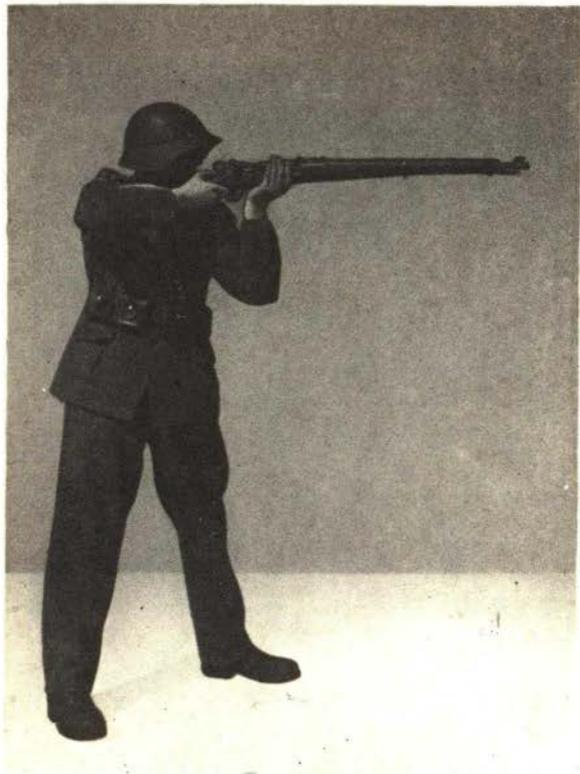
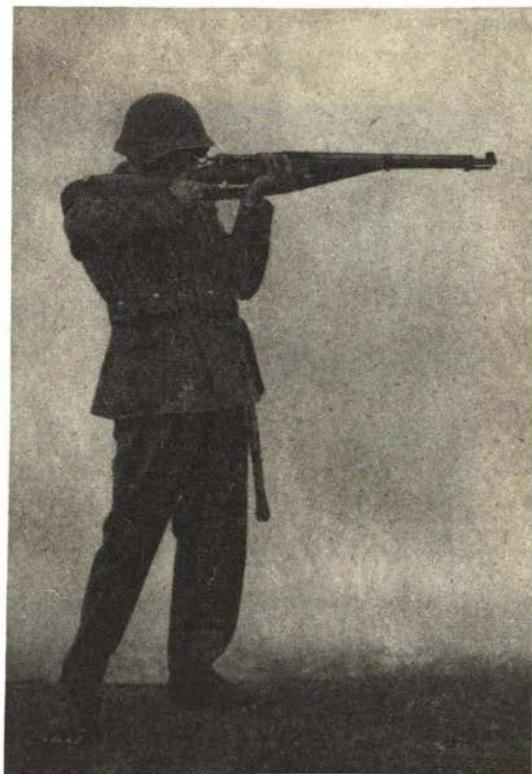

Bild 31
Bild 32
59. Im Anschlag liegend soll der Körper leicht schräg zur Schussrichtung liegen, beide Ellbogen sind aufgestützt (Bild 30). Im Anschlag stehend unterstützt der linke Arm den Karabiner ungefähr im Schwerpunkt, der Ellbogen ist frei (Bild 31) oder an den Körper angelehnt (Bild 32), der rechte Arm ist ungefähr waagrecht.